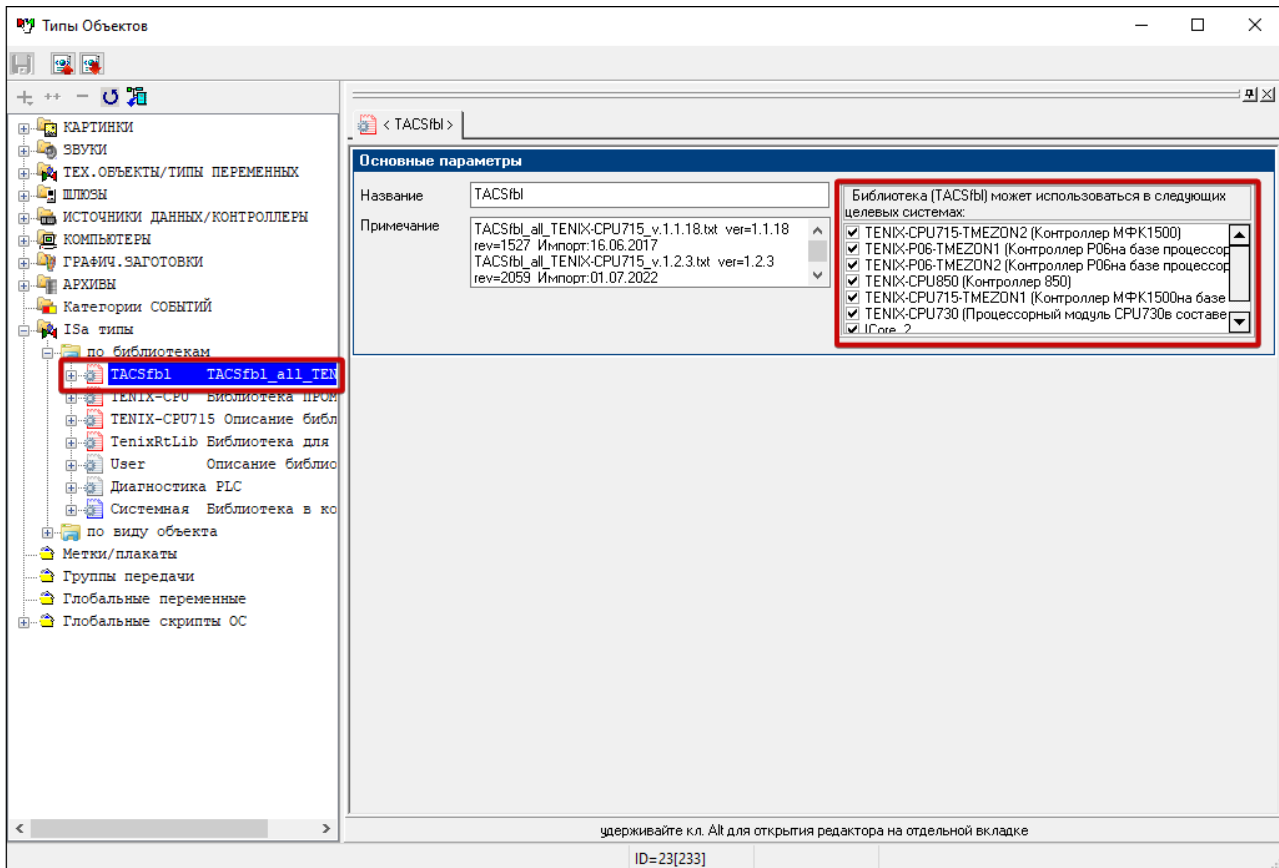

Рисунок 17.2. Добавление целевых систем, в которых будет использоваться импортируемый файл
- б) в правой части окна отметьте нужные целевые системы (рис. 17.2).